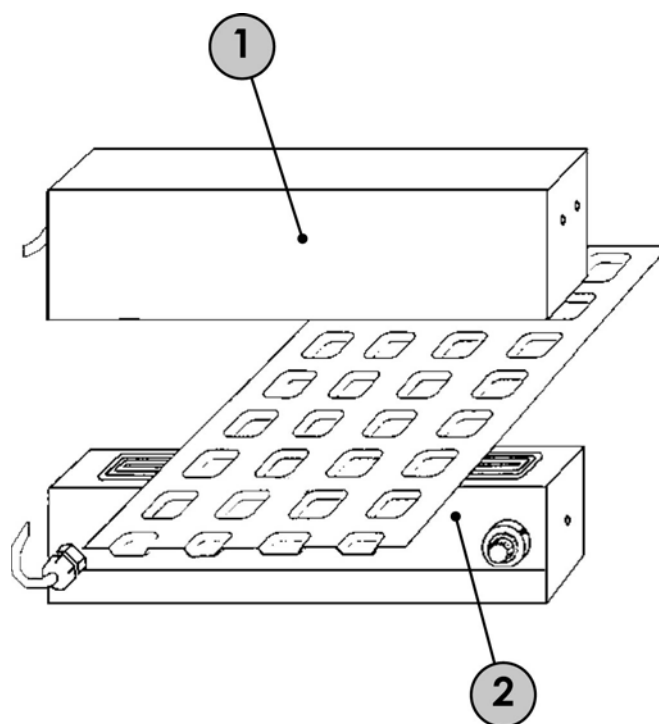

Fig. 1
- Le dispositif d'éclairage (Fig. 1 – Réf. 1)
- Le récepteur (Fig. 1 – Réf. 2)